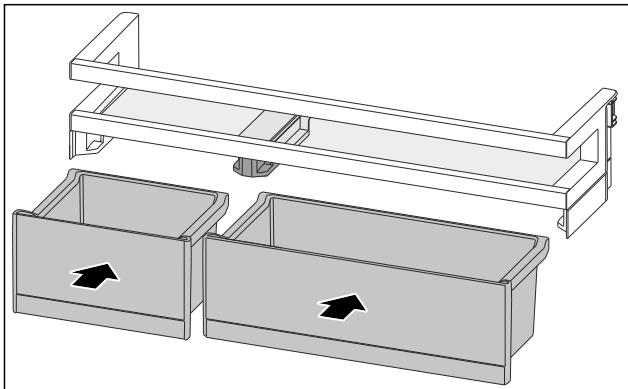

Fig. 82
- VarioBoxen in getauschter Anordnung einsetzen. (siehe Fig. 82)